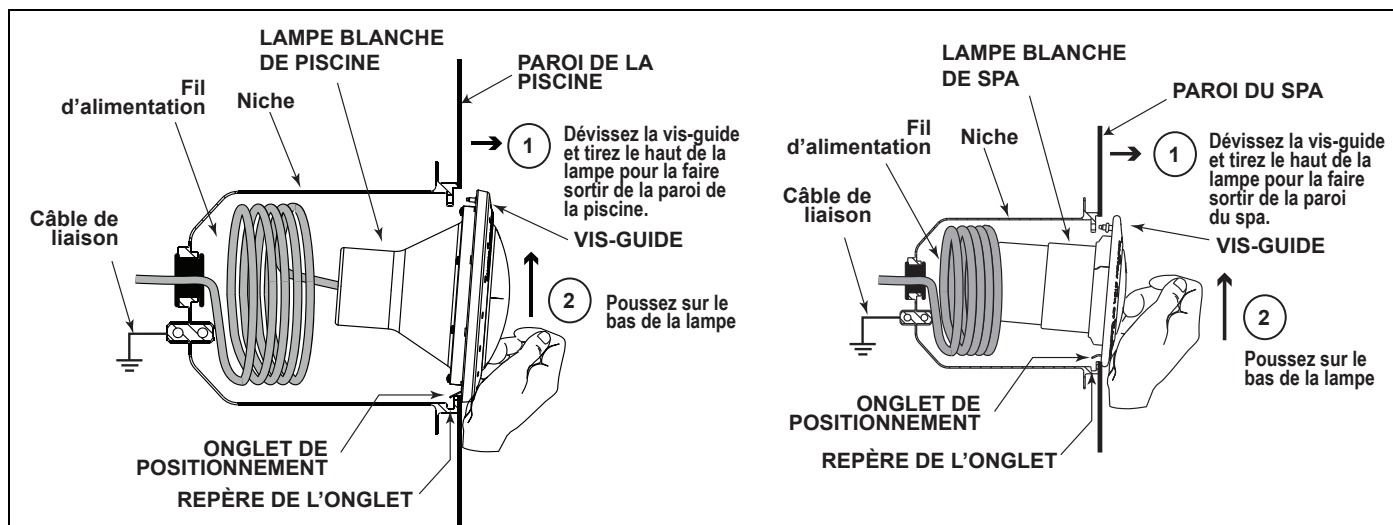

Figure 7. Démontage de la lampe blanche de piscine et de spa pour son remplacement
- Une (1) nouvelle lampe. Voir le Tableau 1 pour les caractéristiques techniques.
3. Pour démonter la lampe, dévissez la vis-guide spéciale située sur le haut de la bague avant, sortez la lampe de la niche, et mettez-la sur le bord de la piscine. Il n'est pas nécessaire de vider la piscine ou le spa. Voir la Figure 7.